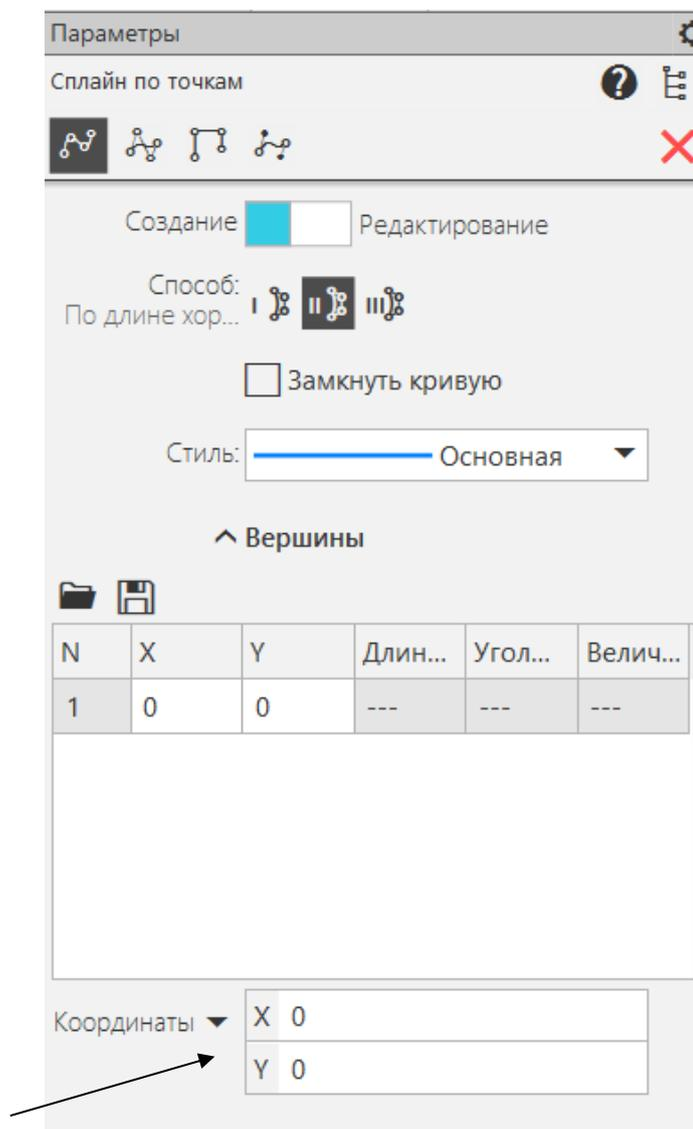

Рисунок 2.3
- 2 Включим команду построения кривой линии  Сплайн по точкам. В нижней части окна параметров сплайна будем последовательно вводить координаты точек (рис. 2.3)